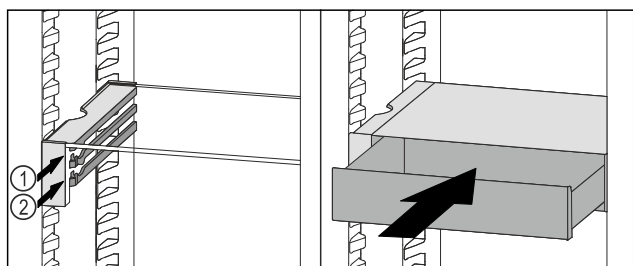

Fig. 130
- ▶ 将 VarioSafe 抽屉放置在所需肋梁 Fig. 130 (1) 或 Fig. 130 (2) 上的止动器后面。